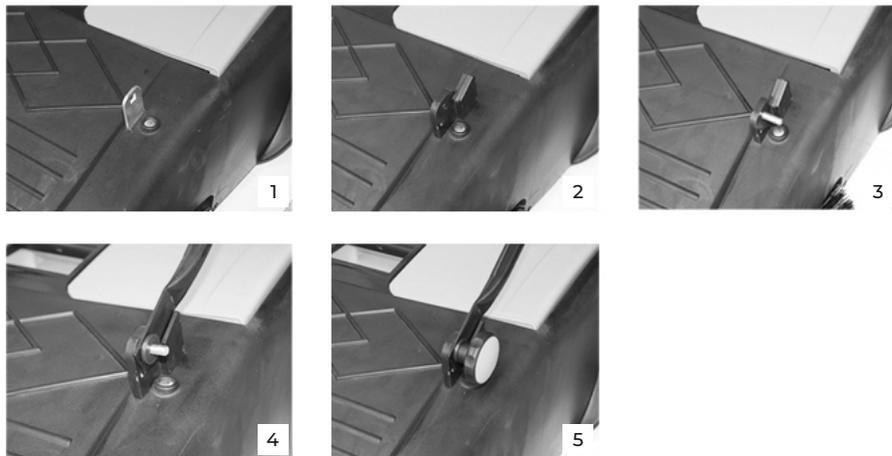

Рис. 3
1. Установка рукояток к свиперу (рис. 3).
- Соедините фиксатор рукоятки (38) с креплением (30);